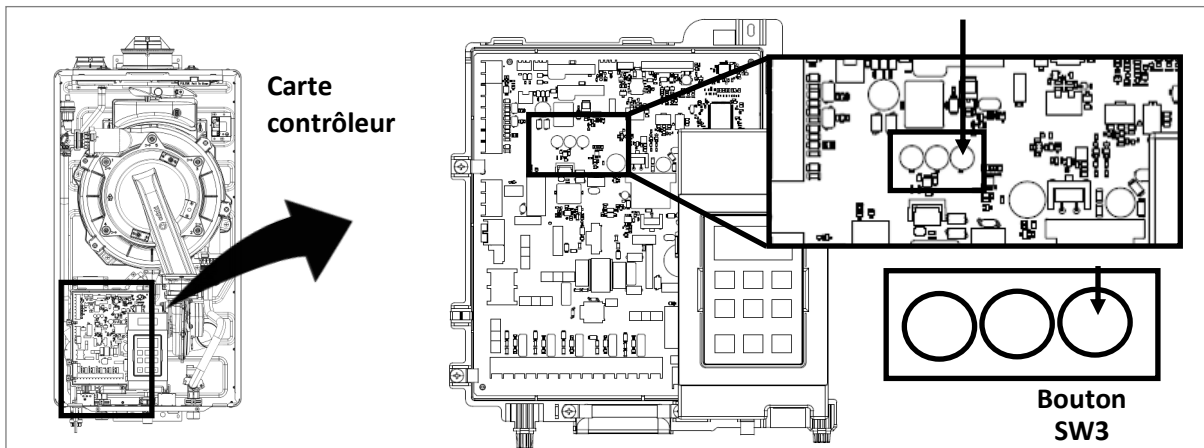
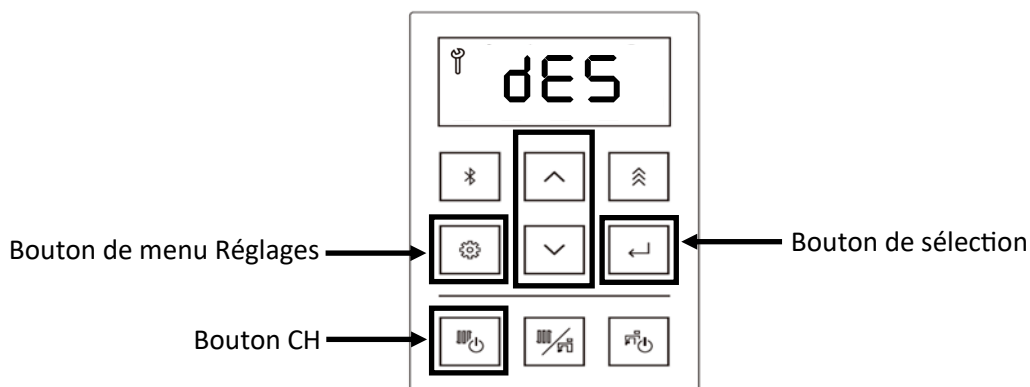

Figure 133
Figure 134
4. Appuyer sur le bouton SW3 de la carte contrôleur (figure 133).
5. Appuyer sur la touche fléchée haut ou bas du contrôleur pour sélectionner dES (détartrage) (figure 134).
6. Appuyer sur la touche de sélection pour sélectionner dES (figure 134).
7. S'assurer que les vannes et les tuyaux sont placés comme indiqué en page précédente. Ensuite, actionner la pompe et laisser le produit de nettoyage circuler dans la chaudière pendant au moins une (1) heure à un débit de 4 gallons/minute (15 litres par minute).
8. Appuyer sur la touche CH (chauffage central) pour démarrer le compte à rebours (figure 134).
**Remarque:** Si vous devez annuler cette procédure, vous pouvez appuyer sur le bouton Menu Paramètres du contrôleur (figure 134), ou sur le bouton SW3 de la carte contrôleur (figure 133).